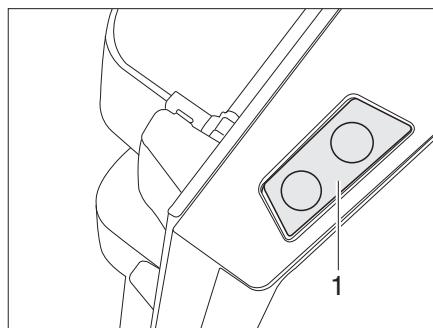

Fig. 357 Tasto di sblocco della porta del frigorifero (serie Dometic 8)
*Apertura:* ■ Premere il tasto di sblocco (Fig. 357,1) e aprire la porta del frigorifero.